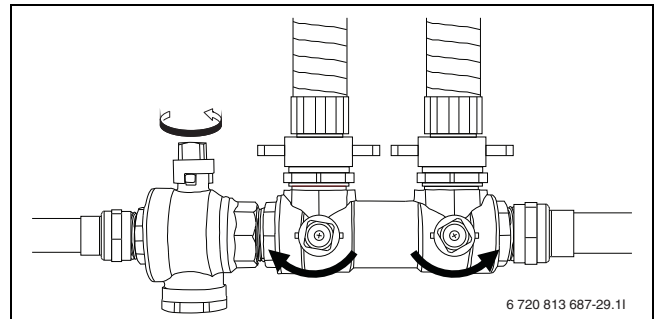

Bild 18 Befüleinrichtungen in Befüllposition
- ▶ Ventile der Befüleinrichtung auf die Befüllposition stellen (→ Abb. 18).